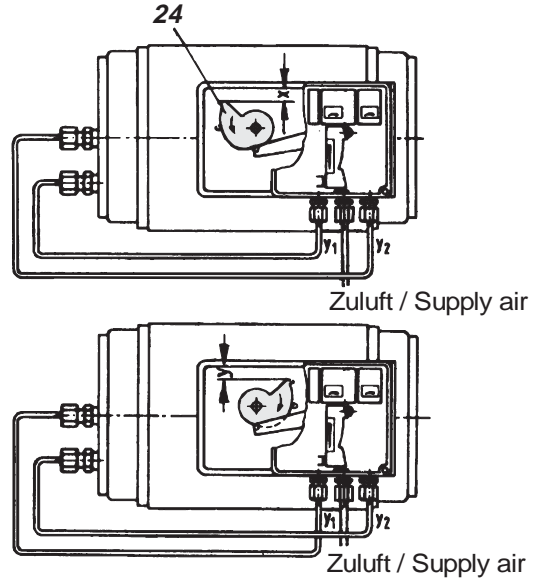

Abb.15: Schwenkantrieb mit Anbausatz für Drehbewegungen und doppelwirkendem Stellungsregler
- d) Kurvenscheibe **24** entsprechend der Drehrichtung des Antriebes montieren (siehe Abb. 14). Die lineare Kurvenscheibe wird dabei so an die Anschlußwelle geschraubt, daß das Maß x bzw. y (Abb. 15) = 2 mm beträgt, wogegen bei der gleichprozentigen Kurvenscheibe das Maß x ≈ 17,5 mm und das Maß y ≈ 21,5 mm betragen muß. Bei der inversen, gleichprozentigen Kurvenscheibe sind die Maße x ≈ 18 mm und y ≈ 23 mm. Bei Verwendung der gleichprozentigen und der inversen gleichprozentigen Kurvenscheibe ist die Meßfeder FES 627/1 in den Stellungsregler einzubauen.
Stellungsreglerausgänge vertauschen (siehe Abb. 15) und Kurvenscheibe wenden.